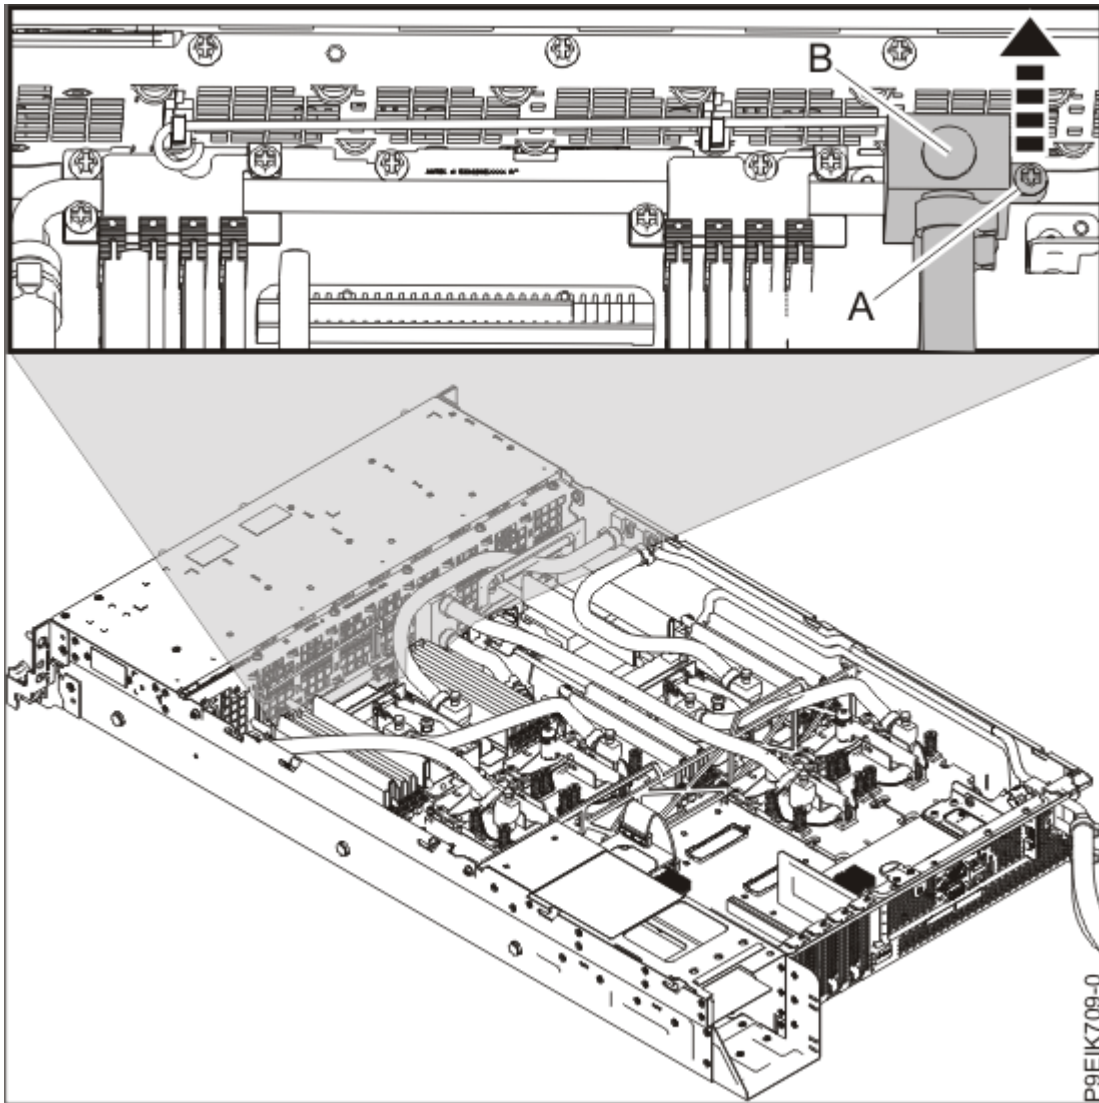

Figure 10. Desserrage de la vis de la conduite avant
7. Desserrez la vis **(A)** qui permet de fixer le raccord de conduites **(B)** à l'avant du système, comme illustré dans la Figure 10, à la page 14.